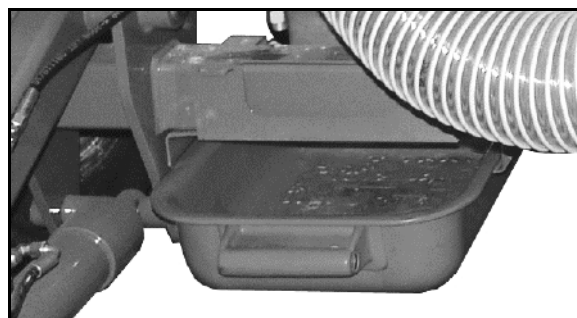

Рис. 85
2. Установите лоток под дозатор (Рис. 85).
3. Ослабьте фиксатор (Рис. 85/1) рычага редуктора.
4. Установите указатель рычага редуктора (Рис. 85/2) в одно из следующих положений:
6. Затяните фиксатор (Рис. 85/1)